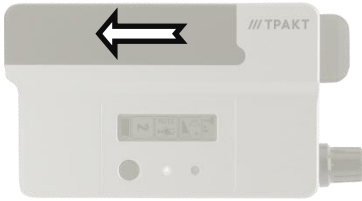

Рисунок 3.1 - Крышка батарейного отсека
- Откройте крышку батарейного отсека (Рисунок 3.1);
На LCD дисплее отображается различная информация о состоянии Белтпака. (см рисунок 3.1).